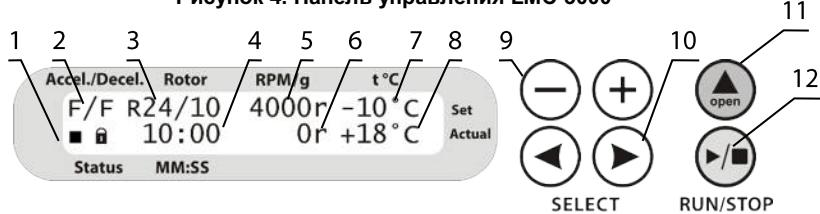

Рисунок 5. Панель управления LMC-4200R
- Установленная температура рабочей камеры, в °C (только LMC-4200R, рис. 5/7);
- Текущая температура рабочей камеры, в °C (только LMC-4200R, рис. 5/8).
5.5.5. Температура камеры (рис. 5/7, только для **LMC-4200R**). Выставьте температуру камеры, шаг 1 °С. Охлаждение начинается независимо от центрифугирования.